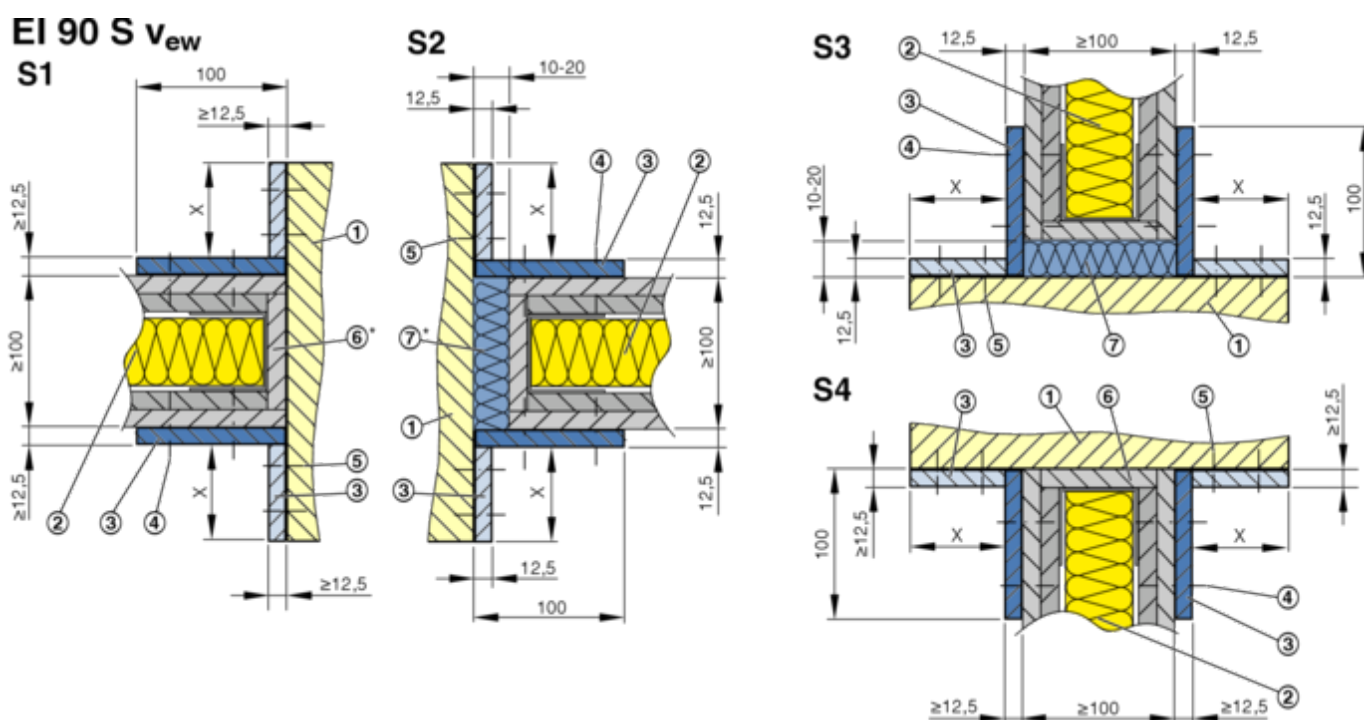
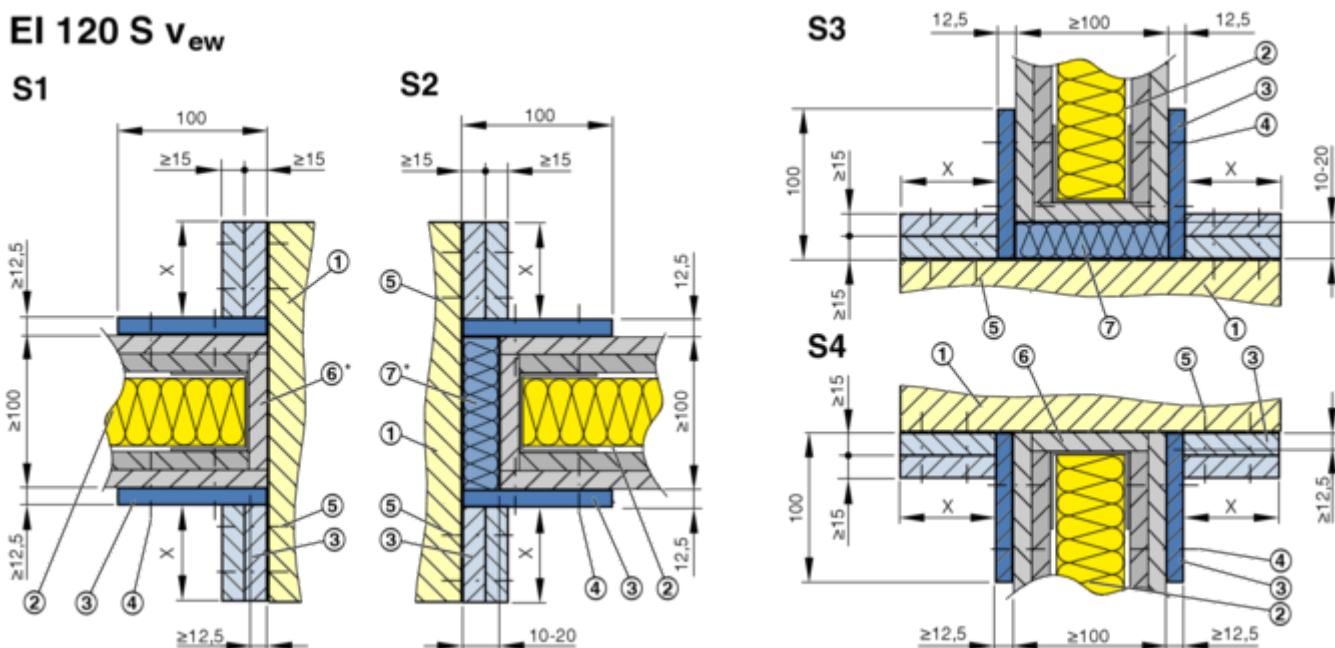

Fig. 43: Dettagli installazione a secco senza malta EK-JZ in una parete piena, parete piena con intercapedine EI 90 S
Fig. 44: Dettagli installazione a secco senza malta EK-JZ in una parete piena, parete piena con intercapedine EI 120 S, legenda ↪ Fig. 43
Profilo angolare ↪ Fig. 43 , Fig. 44
- EI 90 S_{ew} : profili angolari su entrambi i lati della parete, 1 striscia $\geq 12,5$ mm, ↗ Fig. 43
- EI 120 S_{ew} : profili angolari su entrambi i lati della parete, 2 strisce ≥ 15 mm, ↗ Fig. 44
- Le cavità sono imbottite con lana minerale o lana di roccia (7).